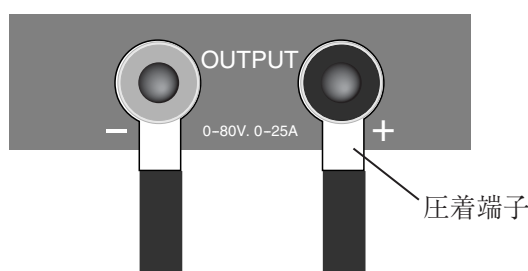

図 3-14 前面補助出力端子への接続
4. 負荷線を補助出力端子へ接続します。図 3-14 を参照してください。